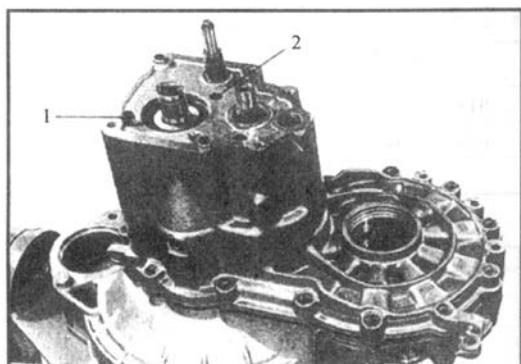

图 4-41 安装变速器 (十)
(10) 用 M7 螺栓 1 旋入图 4-41 所示的螺纹孔, 把住叉轴, 用塑料锤头轻击变速器壳体, 直至轴承露出, 并位于正确的位置。旋入螺栓 2, 用 $15N \cdot m$ 力矩拧紧。旋入倒档轴螺栓, 并用 $25N \cdot m$ 力矩拧紧。旋入前后壳体紧固螺栓, 并用 $25N \cdot m$ 力矩拧紧, 用 $15N \cdot m$ 力矩将输入轴后轴承挡板拧紧。